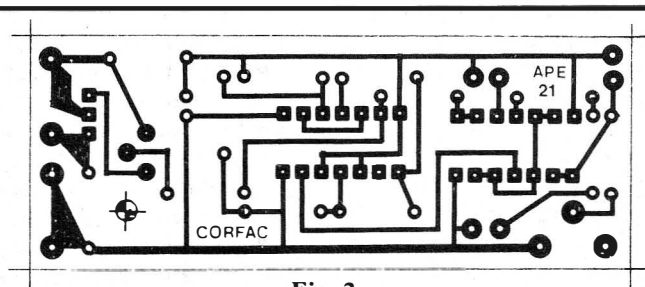

Fig. 2
**fig. 2 (tamanho natural, para facilitar a cópia direta). Qualquer dos métodos ou sistemas convencionais para confecção poderá ser utilizado, desde que o **lay out** seja **fielmente** reproduzido (qualquer pista-zinha que faltar ou falhar inviabilizará o funcionamento do CORFAC, portanto **ATENÇÃO...**). Quem preferir a aquisição do**